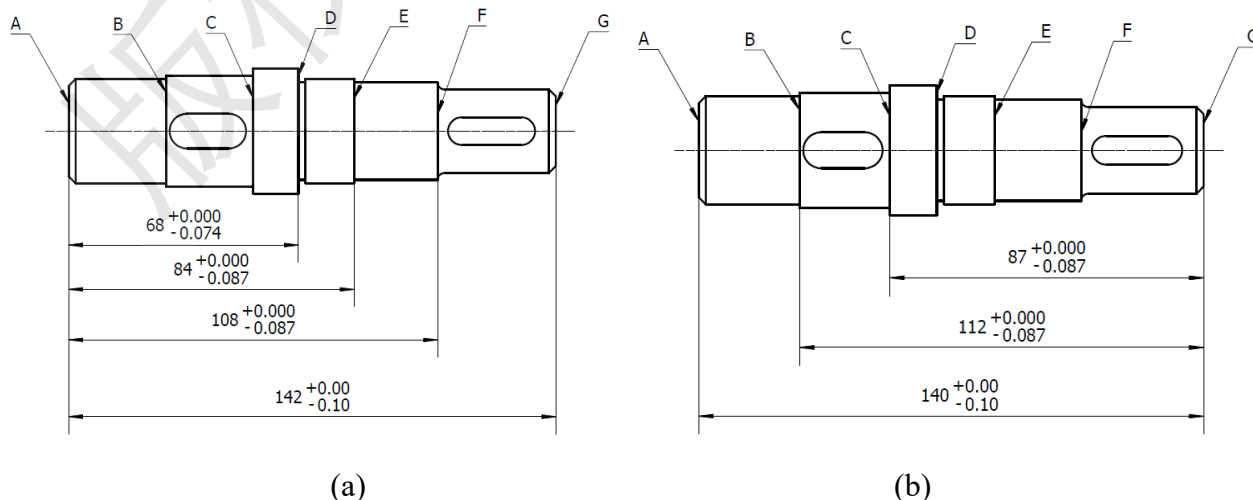

图 12
(1) 试画出装配工艺尺寸链, 确定封闭环, 判断增减环。(5 分)
(2) 确定修配环的基本尺寸及上下偏差。(10 分)
(3) 计算最大和最小修配量 (5 分)
9、如图 12 所示, 采用静调整法批量加工输出轴, 其加工顺序如下: